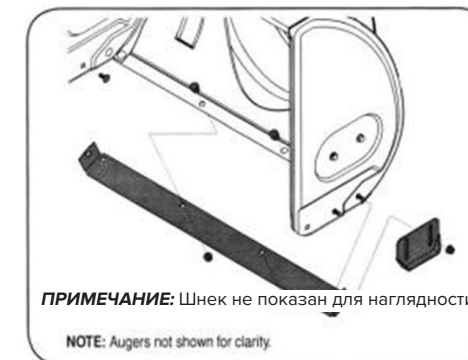

Рисунок 13
2. Смонтировать новые опорные лыжи, закрепив их четырьмя каретными болтами (по два с каждой стороны) и шестигранными фланцевыми гайками (см. Рисунок 13).
2. Смонтировать новый подрезной нож, убедившись, что головки каретных болтов находятся внутри корпуса. Надежно затянуть (см. Рисунок 13).